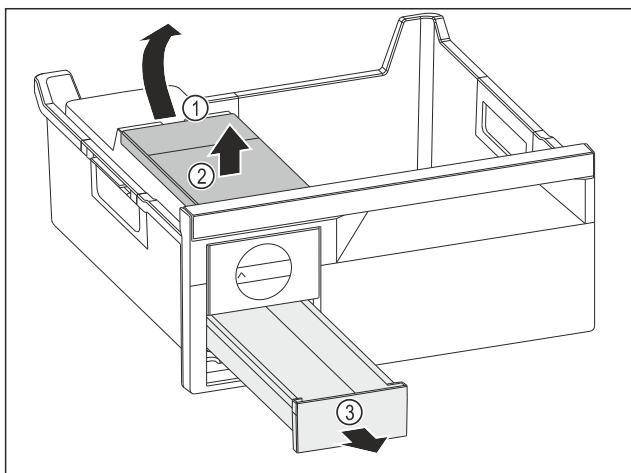

Fig. 130
- ▶ Odstranjevanje rezervoarja za vodo: Dvignite rezervoar za vodo za izrez Fig. 130 (1).
- ▶ Rezervoar za vodo Fig. 130 (2) dvignite in odstranite.
- ▶ Predal za ledene kocke Fig. 130 (3) povlecite naprej in odstranite.